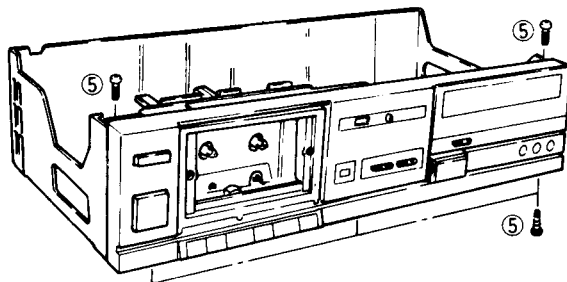

Fig. 3 Abb. 3
4. **Front Panel (Fig. 3)**
4. **Frontplatte (Abb. 3)**
4. **Panneau avant (Fig. 3)**